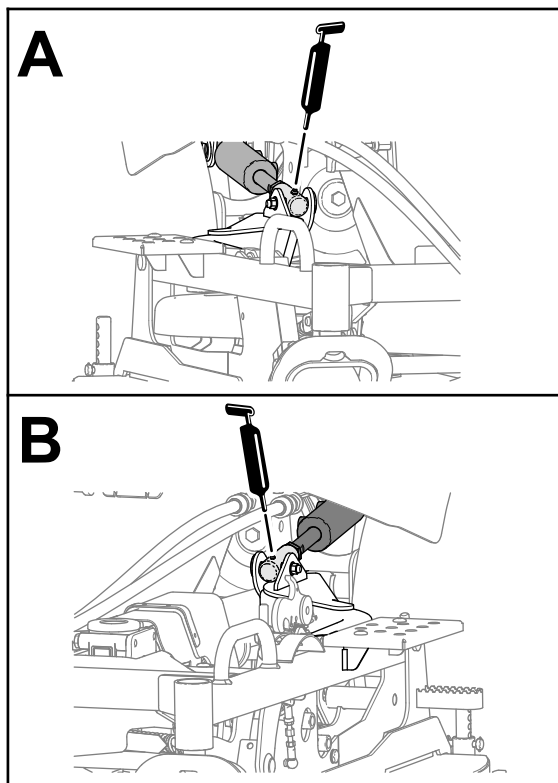

Figura 44
- Acoplamiento de varilla de los cilindros de elevación de la carcasa (Figura 44).